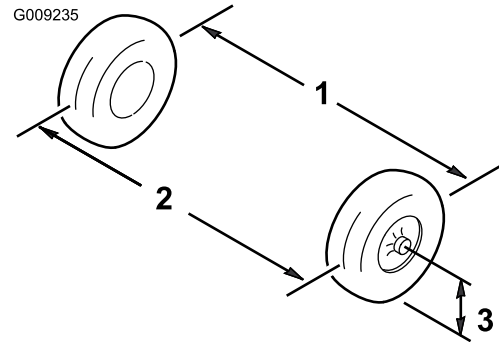

Figura 53
- Mida la distancia entre los neumáticos delanteros a la altura del eje, en la parte delantera y trasera de las ruedas (Figura 53).